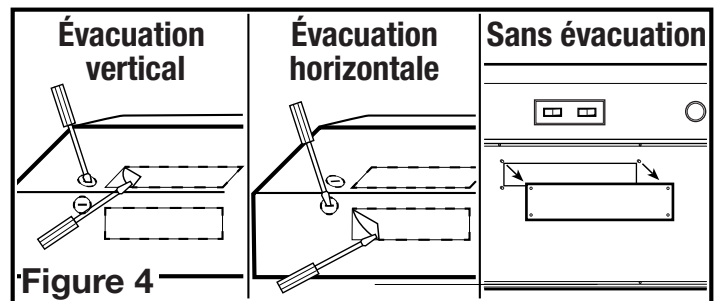

Figure 4
- Évacuation horizontale ou verticale** - Retirez la pièce rectangulaire défonçable. Pour ce faire, insérez un tournevis dans le pourtour et brisez les attaches qui le retiennent. Enlevez ensuite la pièce avec des pinces (**Figure 4**).
- Sans évacuation** - Utilisez un tournevis à douille de 3/8" ou un cliquet, retirez et mettez de côté les 4 écrous tenant la plaque de blocage sans conduit. Cela permettra d'exposer les événements de la grille sur le dessus de la hotte (**Figure 4**).
**REMARQUE :** POUR LES INSTALLATIONS SANS CONDUITS SEULEMENT, si vous ne l'avez pas déjà fait dans les étapes précédentes, retirez la plaque de blocage du ventilateur sous le dessus de la hotte (Figure 4).